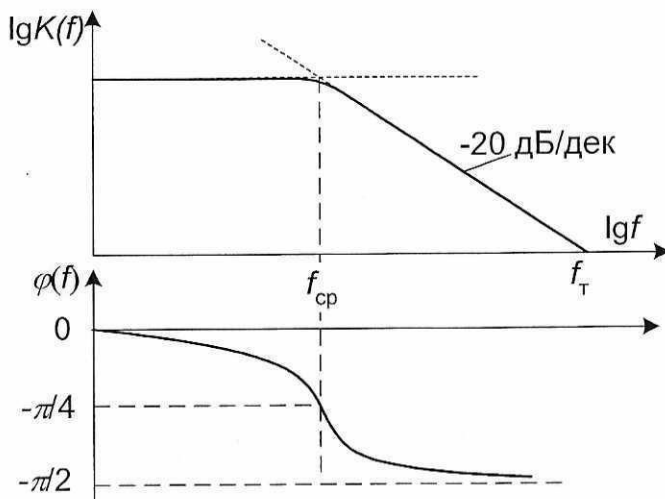

Рис. 3.6.1
Амплитудно-частотную и фазо-частотную характеристики обычно изображают в логарифмическом масштабе по осям f и $K(f)$. Причём, строят не точные характеристики, а их асимптотические приближения (рис.3.6.1). На рисунке $f_{\text{т}}$ – частота единичного усиления, т.е. частота при которой коэффициент усиления усилителя без обратных связей становится равным единице. Частота среза ($f_{\text{ср}}$) зависит от петли отрицательной обратной связи и может быть определена из выражения $f_{\text{т}} = K_0 f_{\text{ср}}$.
- Вычислите коэффициенты усиления и фазовые сдвиги, постройте в логарифмических масштабах, как на рис. 3.6.1, графики амплитудно и фазо- частотных характеристик.